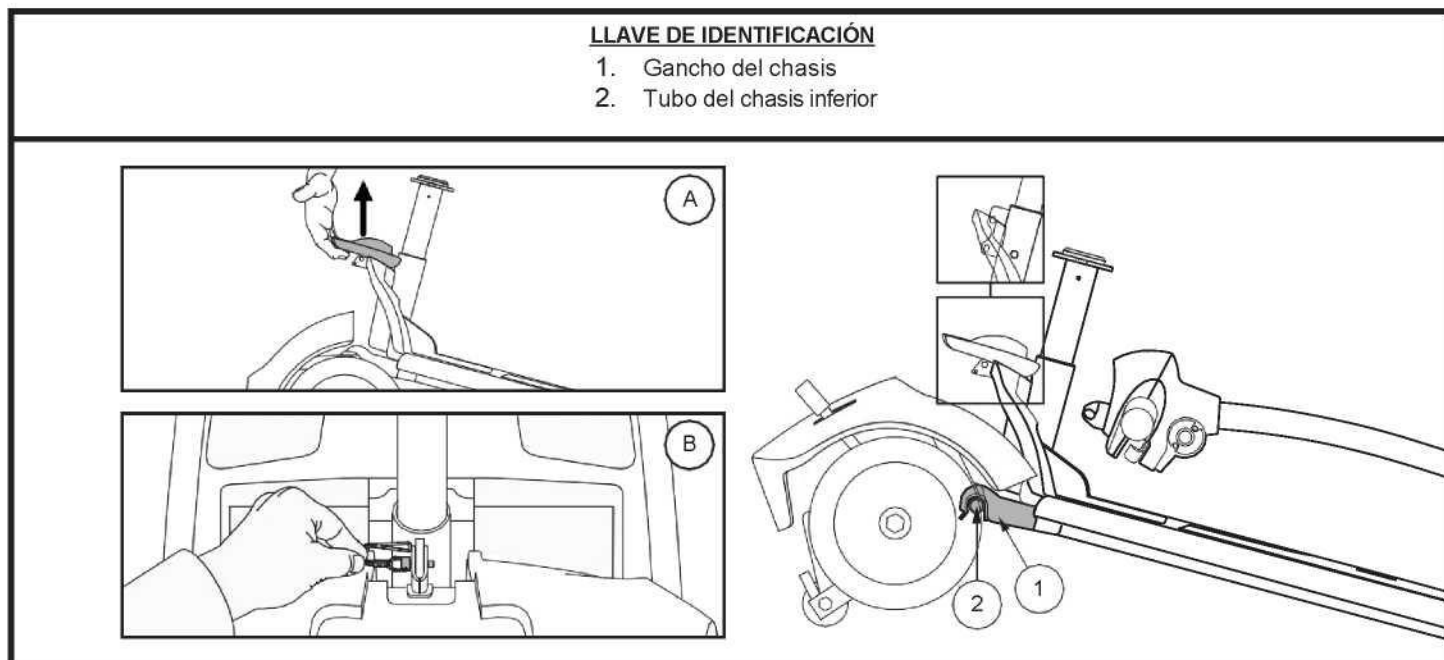

Figura 33. Palanca de desbloqueo del chasis (estilo A) y pasador de bloqueo para desbloquear el chasis (estilo B)
3. Separe lentamente ambas partes de la Travel Scooter. **Ver Figura 33.**
NOTA: Antes comenzar con el montaje, incline la mitad trasera de la Travel Scooter ligeramente hacia atrás sobre las ruedas antivuelco como se muestra en la Figura 33.
1. Use la palanca de liberación del chasis para levantar la parte frontal mientras alinea los ganchos del chasis de la parte frontal con el tubo del chasis inferior de la parte posterior. **Ver Figura 33.**